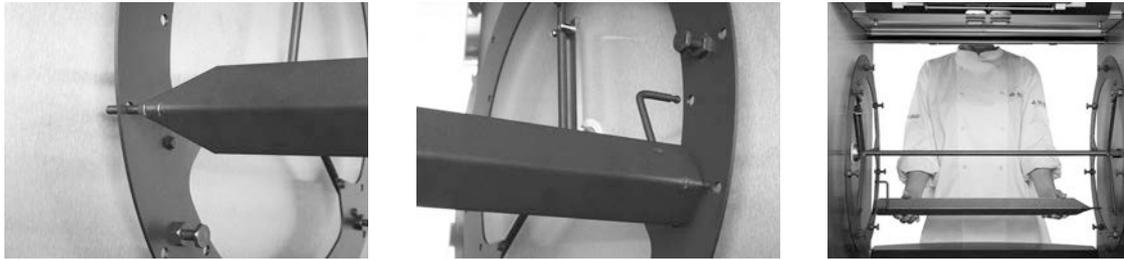

Abbildung 13
- Setzen Sie den Grillspieß in das kleine äußere Loch an der Rotorendplatte auf der linken Seite ein (wenn Sie vor dem Ofen stehen). Die Rückseite des V-Spießes muss zu Ihnen weisen (siehe Abbildung 13).